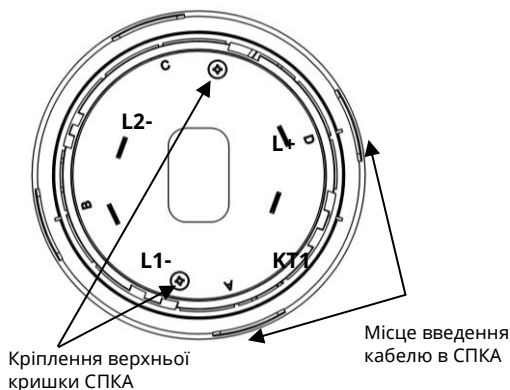
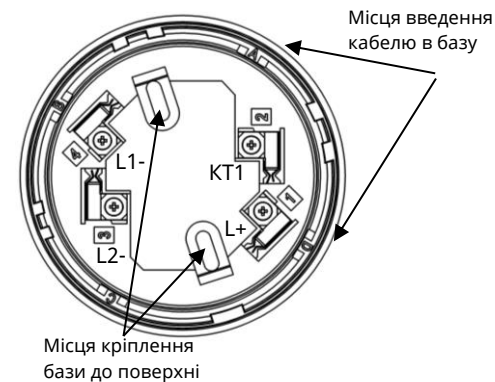

Рисунок 1 – Вигляд СПКА зі сторони контактів
Рисунок 2 – Розташування клем на базі СПКА
- 2) викрутити 2 шурупи з боку контактів на корпусі сповіщувача (рис. 1) і, утримуючи викруткою фіксатор термістора, зняти верхню кришку, зняти фіксатор термістора;
- 2) встановити базу на рівній поверхні, прикріпити шурупами або гвинтами згідно рис. 2, після затягування яких база не повинна бути деформована.
- 3) закріпити дроти АІ в гвинтових клемах бази відповідно до рис. 2 і таблиці 1. В базі СПКА чотири клеми
4.3 Для випадків, коли кабелі всередину бази заводять збоку, в самій базі та в кришці СПКА передбачені вікна, за потреби в яких вирізають отвори. Ці вікна промарковані літерами «А», «В», «С», «D» (рис.1, рис.2).